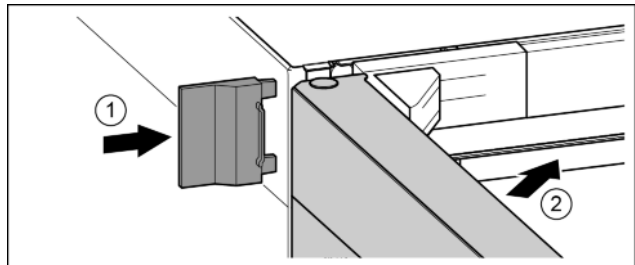

Fig. 19
- ▶ Tolja fel a külső fedelet. Fig. 19 (1)
- ▶ Csukja be a felső ajtót. Fig. 19 (2)